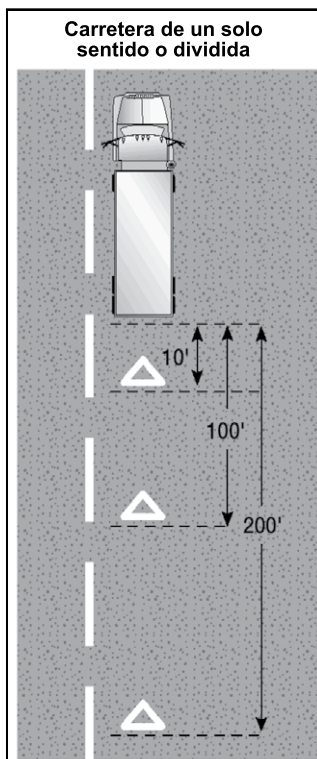

Figura 2.8
- Si tiene que parar al lado o en una carretera de un solo sentido o en una carretera dividida, coloque sus dispositivos de advertencia a 10 pies, 100 pies y 200 pies hacia el tráfico que se aproxima. Vea la Figura 2.8.